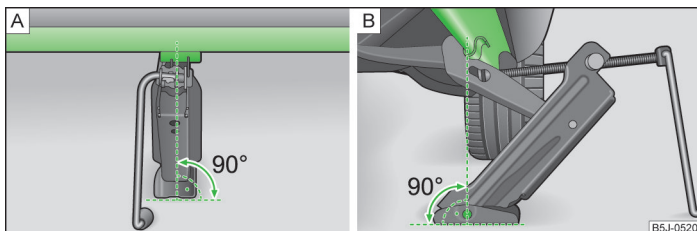

Fig. 143 Application du cric
- Appliquez le cric de façon à ce que la griffe entoure la nervure » fig. 143 – B.
- Posez l'embase du cric sur toute sa surface sur un sol plan et assurez que le cric s'applique perpendiculairement à l'emplacement où la griffe entoure la nervure » fig. 143 – A.